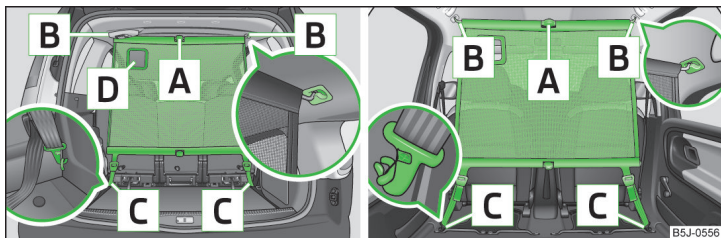

Fig. 65 Utilizarea peretelui despărțitor din plasă în spatele scaunelor spate / față
▶ Așezați bara transversală în prinderea [B] » fig. 65, mai întâi într-o parte și apăsați-o spre înainte. Așezați în mod similar bara transversală în cealaltă parte, în prinderea [B].
▶ Slăbiți curelele pe ambele părți și desfaceți carabinele [C] » fig. 65.
▶ Apăsați tasta roșie a articulației [A] » fig. 65 - articulația se slăbește.
Orificiul [D] » fig. 65 din peretele despărțitor cu plasă servește la trecerea centurii de siguranță cu prindere în trei puncte » pagina 13, Centura de siguranță pentru scaunul central din spate.